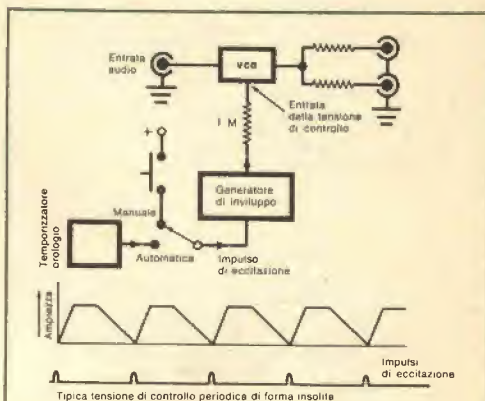

Fig. 5 - Schema a blocchi di un amplificatore controllato a tensione, con due uscite.
**GENERATORI PRATICI DI INVILUPPO** - Il formatore di timbri (Radiorama - Febbraio 1972), suddiviso in uno schema a blocchi, può essere rappresentato come si vede nella fig. 5. È composto da un amplificatore controllato a tensione con un'entrata audio e due uscite audio. Un generatore di inviluppo con tempi di salita, di tenuta e di discesa regolabili genera la tensione di controllo per il vca. Per generare un inviluppo, il generatore di inviluppi può essere eccitato manualmente op-